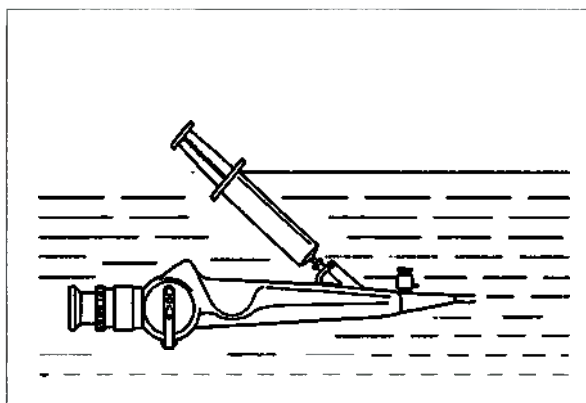

Рис. 7.13
2. Присоедините шприц ёмкостью 30 см³ (30 мл), наполненный моющим раствором, к входу в инструментальный канал. Вводите моющий раствор в канал до тех пор, пока не перестанут выделяться пузырьки воздуха из отверстия канала на дистальном конце эндоскопа (см. рис. 7.13).
2. Присоедините шприц к входу в инструментальный канал (см. рис. 7.13)
6. Присоедините шприц к входу в инструментальный канал (см. рис. 7.13)
4. Присоедините шприц к входу в инструментальный канал (см. рис. 7.13).
2. Присоедините шприц ёмкостью 30 см³ (30 мл), наполненный дезинфицирующим раствором, к входу в инструментальный канал. Вводите дезинфицирующий раствор в канал до тех пор, пока не перестанут выделяться пузырьки воздуха из отверстия канала на дистальном конце эндоскопа (см. рис. 7.13 на стр. 71).
3. Наполните шприц ёмкостью 30 см³ (30 мл) стерильной водой. Присоедините шприц к входу в инструментальный канал и введите стерильную воду в канал. Процедуру повторите три раза. (см. рис. 7.13).